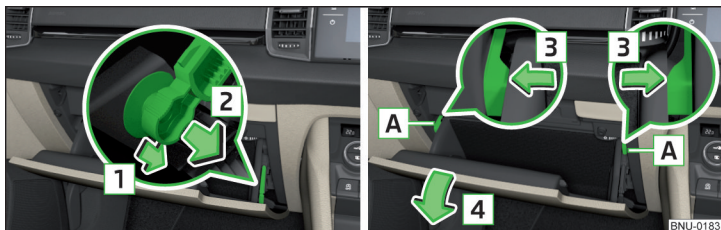

Fig. 338 Compartmento guardaobjetos en el lado del acompañante
- Desbloquear la barra de freno en el sentido de la flecha **1** y soltarla en el sentido de la flecha **2** » fig. 338.